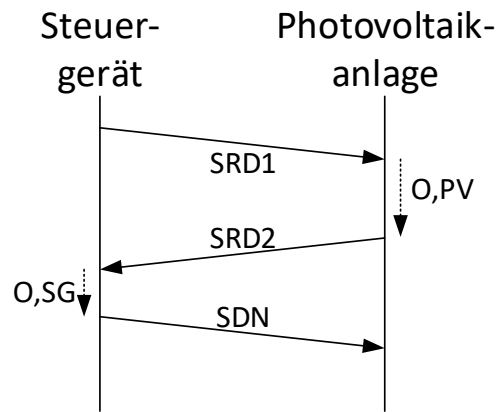

Abbildung 2: Sequenzdiagramm
a) Abbildung 2 zeigt die Kommunikation zwischen dem Steuergerät und einer Photovoltaikanlage in Form eines Sequenzdiagramms. Berechnen Sie für jeden Abschnitt des Sequenzdiagramms die benötigte Zeit. Gehen Sie davon aus, dass der Verarbeitungsoverhead in der Photovoltaikanlage $L_{O,PV} = 100$ Bitzeiten und im Steuergerät $L_{O,SG} = 200$ Bitzeiten beträgt. Gehen Sie außerdem von einer Übertragungsrate von $500 \frac{kBit}{s}$ aus.